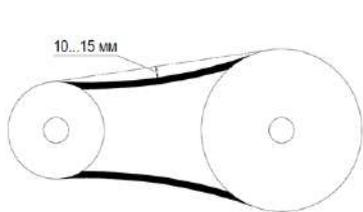

Рис. 4. Регулировка ремня
- проверить натяжение клинового ремня (см. рис. 4). При сжатии ремня в среднем положении нормальный прогиб должен составлять примерно 10-15 мм;